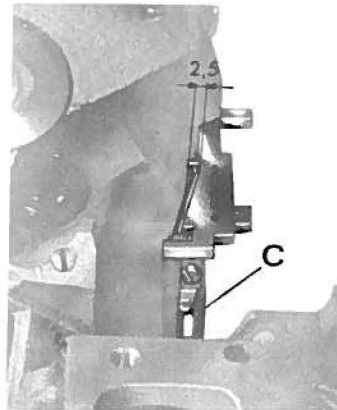

fig. 5
- appoggiare il calibro S 1686.00 sul piano fresato della base come fig. 5, spostare la leva C e ruotare il crochet (precedentemente soltanto fermato nella sua sede e non bloccato) in maniera di realizzarne la corretta inclinazione;
- la verifica dell'esatta posizione corrisponde alla quota indicata in fig. 5;